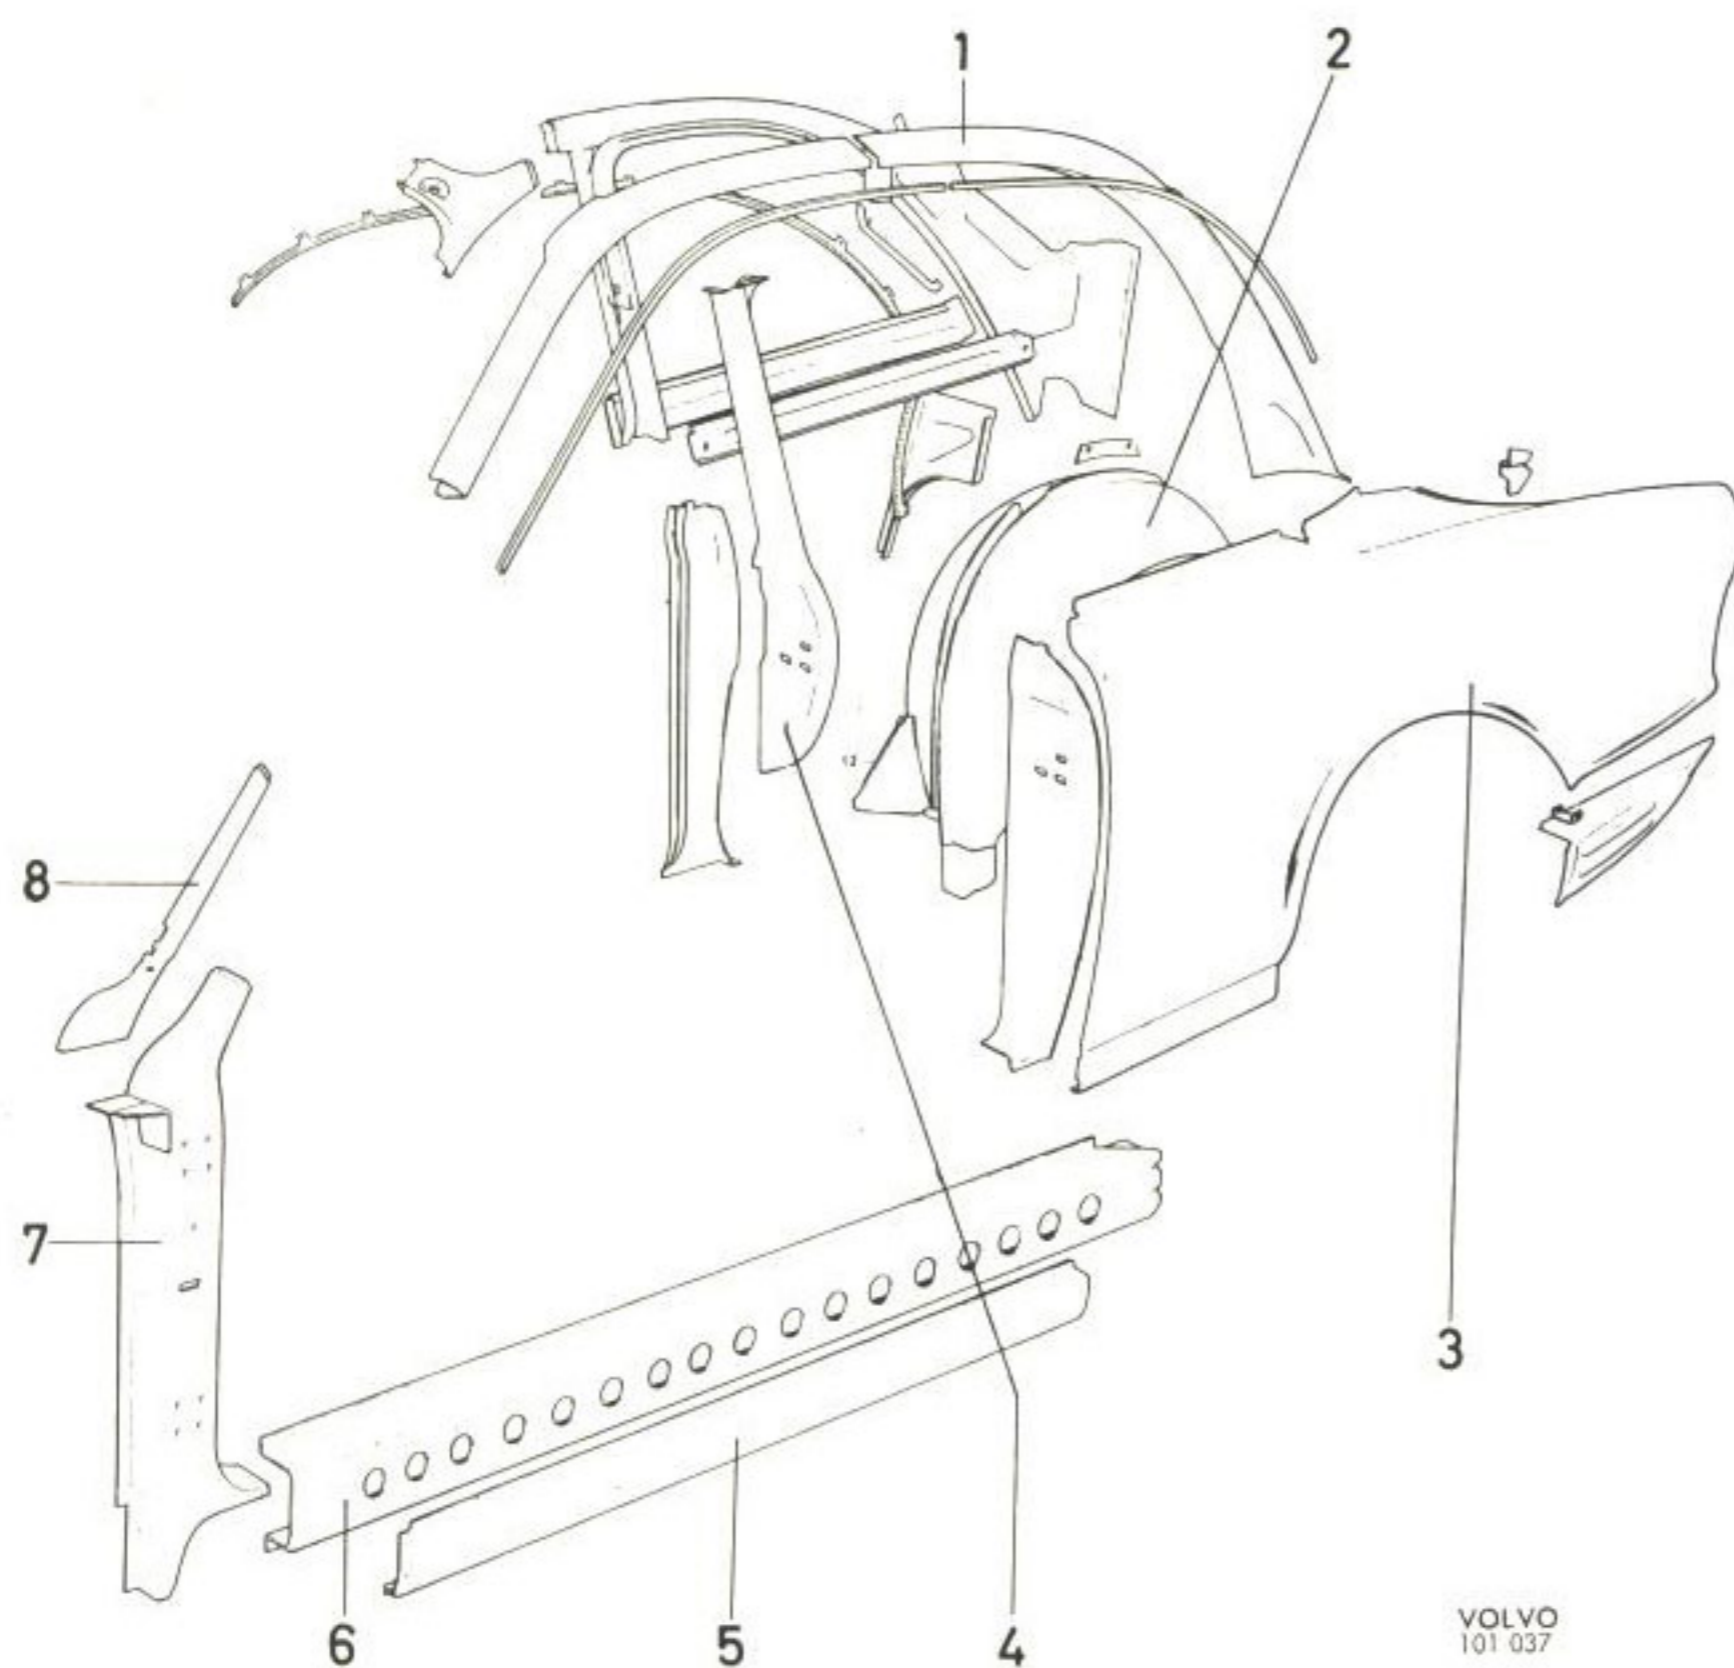

Bild 6. Sidoparti (2-dörrars)
Karosseristommen är till största delen lika med 4-dörrars. Dock är sidopartiet ändrat så, att mellanstolpen utgått och bakskärmen (3, bild 6) förlängts. Sidopartiet består av främre och bakre dörrstolpe (7 och 4), mellersta och yttre bottensvällare (6 och 5), taksvällare (1), vindrutestolpe (8), bakre hjulbas (2) och bakskärm (3).